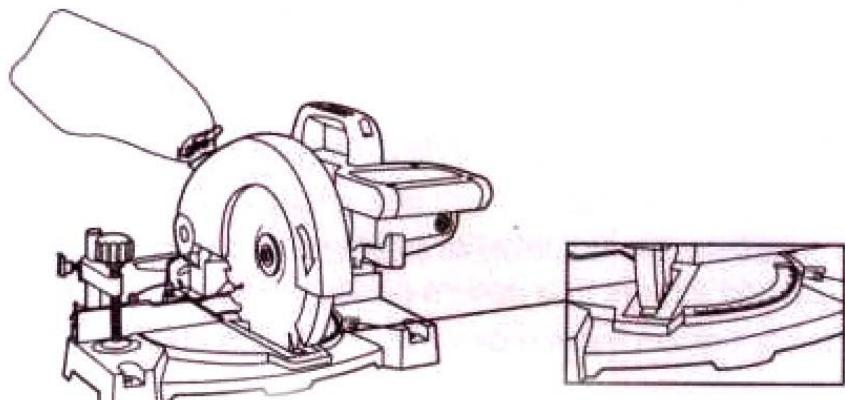
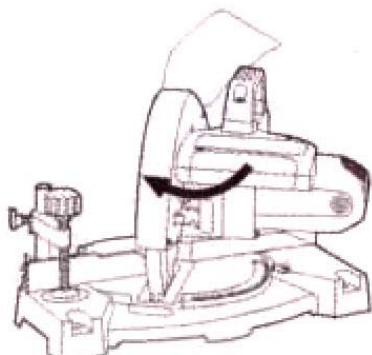
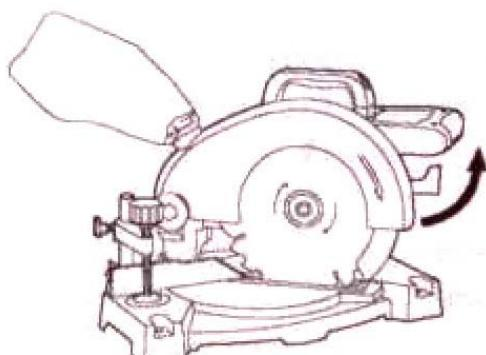

Рис. 6. Стартовая позиция ( $40^\circ$ )
Рис. 7. Поворот налево
Рис. 8. Поворот направо
2. Поверните пильное устройство влево (рис. 7) или вправо (рис. 8) в нужное положение. Вы можете увидеть угол резания на шкале (10) (рис. 6).